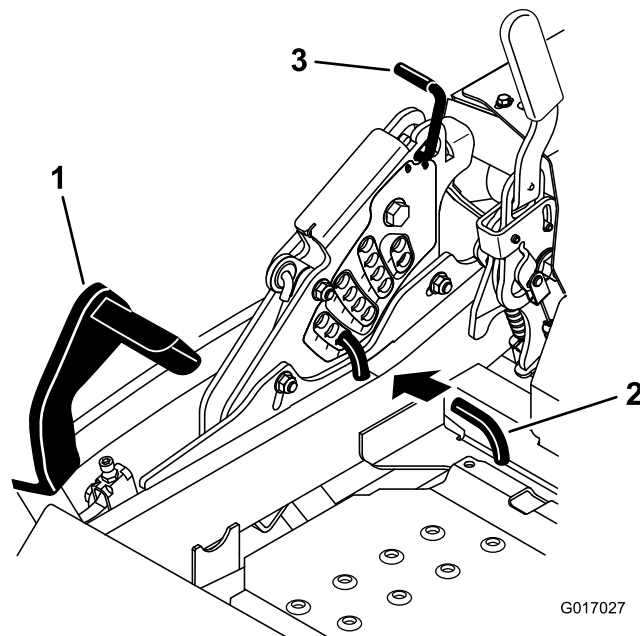

Bild 84
5. Treten Sie das Mähwerkhubpedal ganz durch; das Mähwerk rastet in der 14-cm-Transportstellung ein (Bild 84).